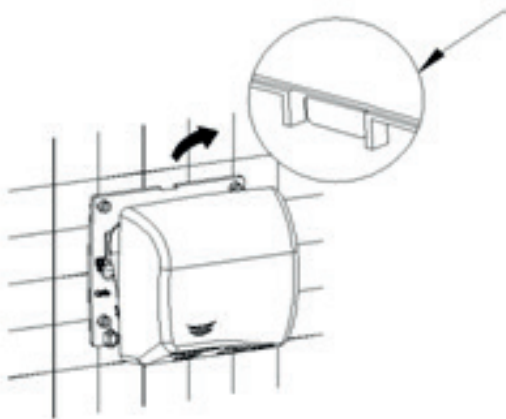

Fig. 8
5. Befestigen Sie das Gehäuse des Trockners an der Halterung und vergewissern Sie sich, dass der obere Befestigungverschluss problemlos in die Vorrichtung der Halterung einrastet (siehe Abbildung 8).